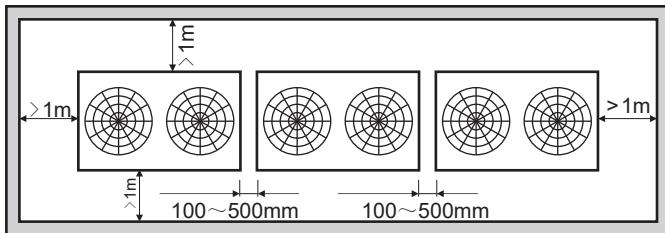

Fig. 3.10 Espace d'installation de l'unité extérieure
1) Lors de l'installation, vous devez laisser un espace de maintenance comme indiqué à la Fig.3.10, le dispositif d'alimentation doit être installé à côté de l'unité extérieure selon la méthode indiquée dans le manuel d'installation de l'unité de puissance.